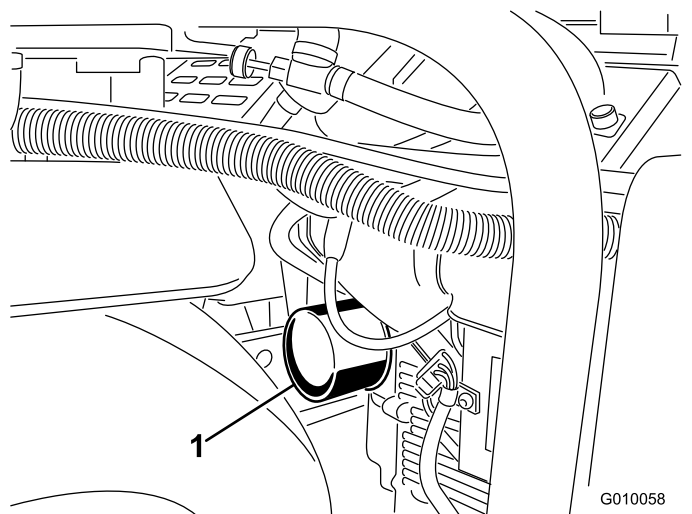
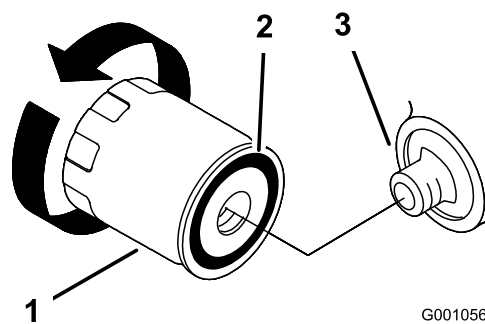

Рисунок 45
Рисунок 46
- Для сбора масла разместите под фильтром мелкий поддон или ветошь (Рисунок 45).
- Извлеките старый фильтр (Рисунок 45 и Рисунок 46) и протрите поверхность прокладки переходника фильтра.